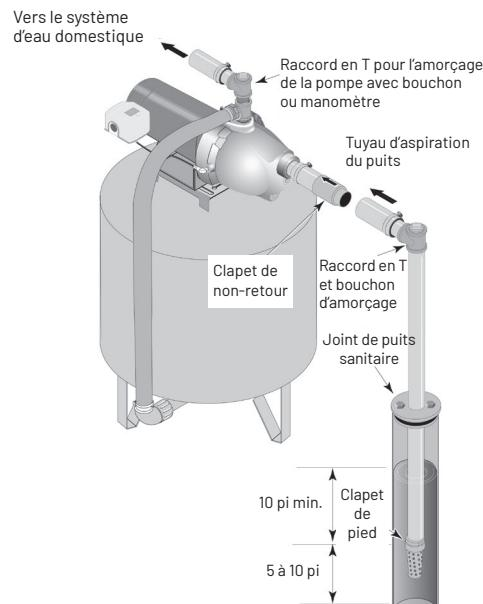

Figure 2 : Installation de puits tubés
2. Assemblez le clapet de pied, la crêpine et le tuyau du puits (figure 2). Assurez-vous que le clapet de pied fonctionne librement.
4. Installez un raccord en T, un bouchon d'amorçage et un tuyau d'aspiration sur la pompe (figure 2). Utilisez le moins de raccords possible (en particulier les raccords coudés) pour raccorder le tuyau du puits à l'orifice d'aspiration de la pompe, car les raccords augmentent la friction dans le tuyau. Ajoutez un clapet de pied (figure 2). Le diamètre du tuyau d'aspiration doit être au moins égal à celui de l'orifice d'aspiration de la pompe. Utilisez un ruban d'étanchéité pour filetage de tuyaux en PTFE sur les joints de tuyaux filetés.